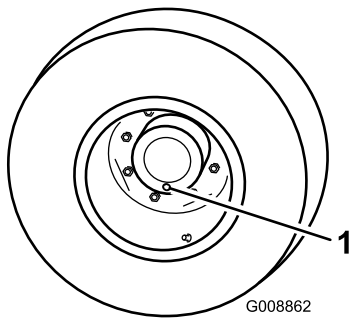

Figura 44
1. Coloque a máquina numa superfície nivelada e posicione a roda de forma a que o tampão de verificação/escoamento (Figura 44) se encontre na sua posição de seis horas.